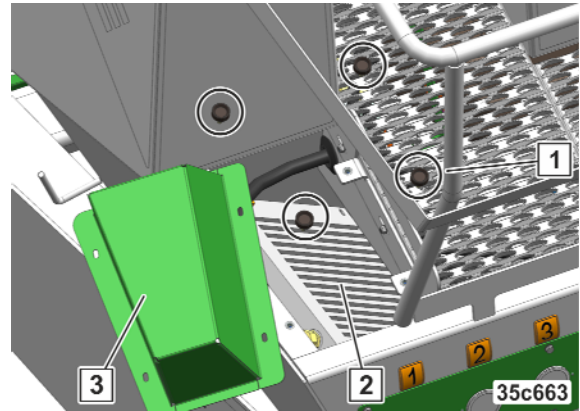

Bild 275
2. Rengöra fläktinsugsgallret (Bild 275/3).
3. Lossa och ta bort alla räfflade muttrar (Bild 275/1).
5. Rengör värmeväxlaren (Bild 275/2).